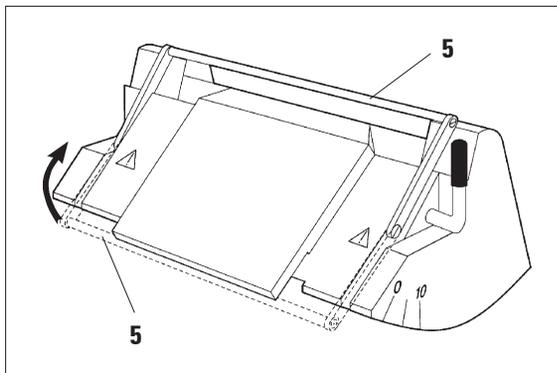

Fig. 4
Para cobrir o gume, gire a trava (5) para cima, conforme indicado na Fig. 4.